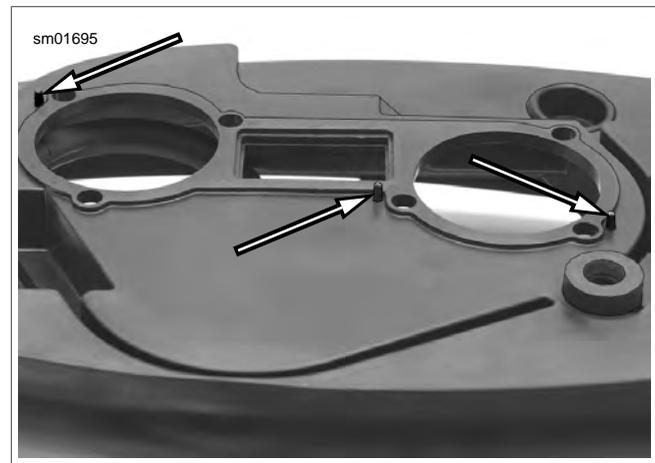

Figure 1-13. Goupilles d'alignement de joint du filtre à air (3)
2. Voir Figure 1-13. Inspecter et remplacer le joint inférieur de la boîte à air s'il est endommagé. Vérifier la position du joint sur le dessous du filtre à air. Trois goupilles sur la surface de contact alignent le joint.